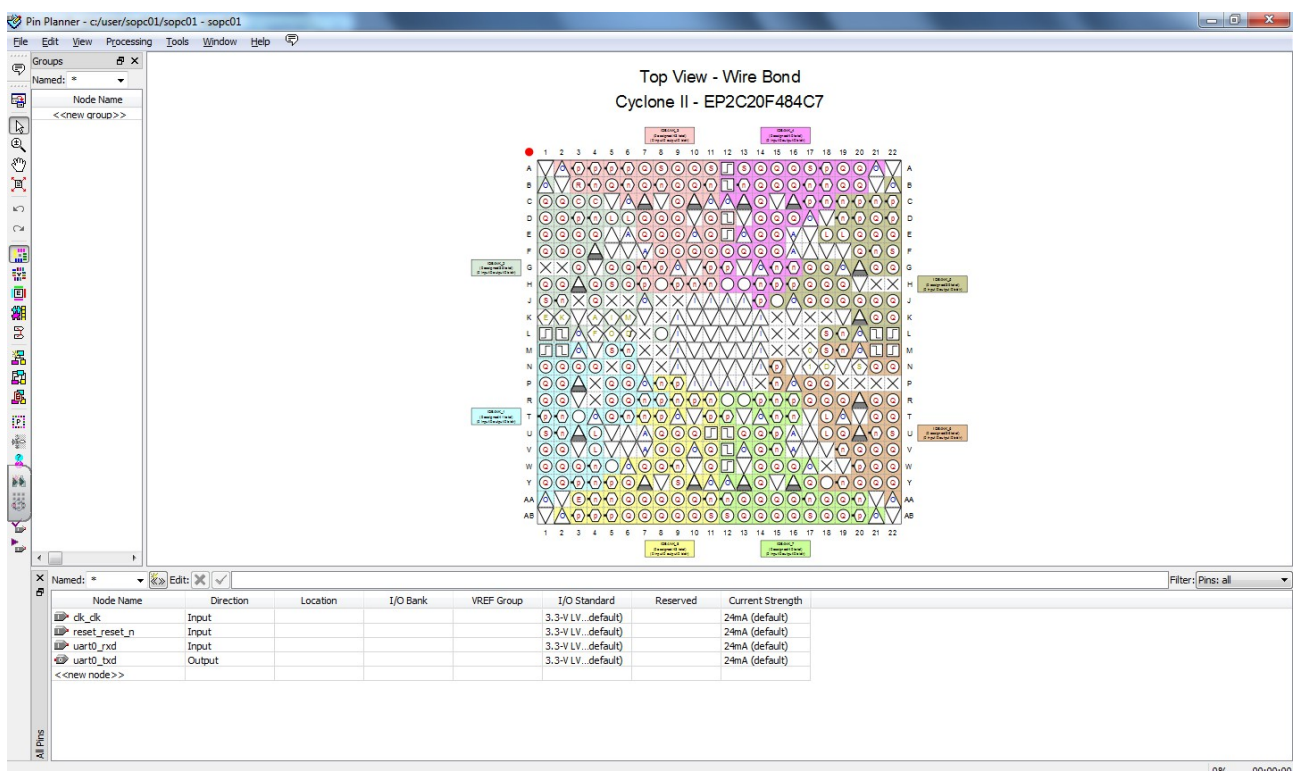

Рисунок 8 — Модуль Pin Planner.
- 6.1 В окне Tasks (в левом нижнем углу) выбрать пункт: Compile Design → Analysis & Synthesis → I/O Assignment Analysis → Pin planner (см. рисунок 8).